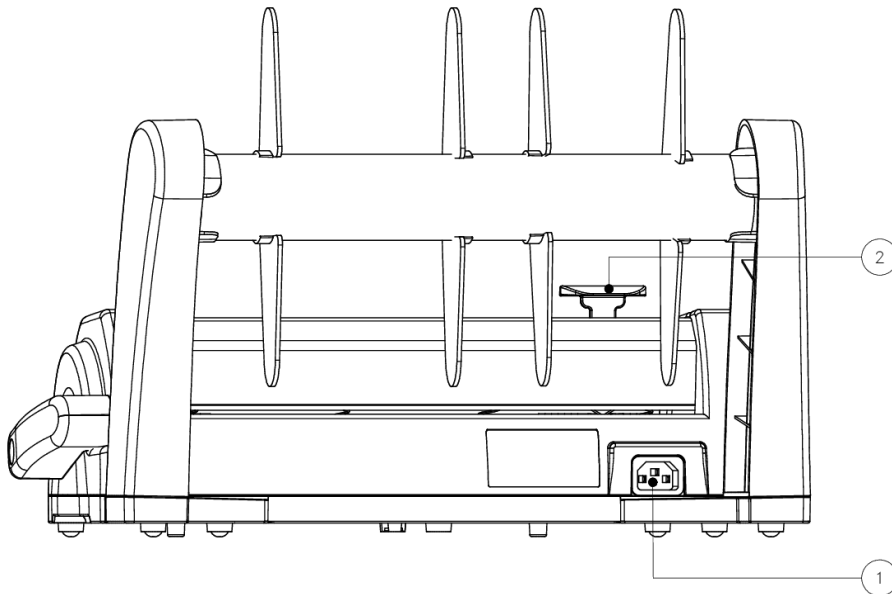

fig. 5 Punto di connessione
Inserire la presa femmina del cavo elettrico nella porta di alimentazione (1) della macchina (vedi fig. 5).